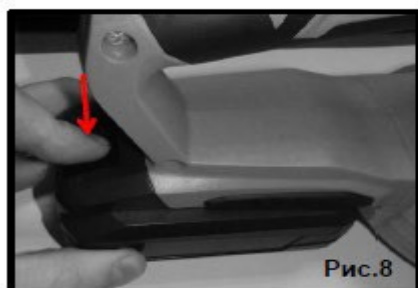

Рис.8
Рис.8а
6.4. Снятие аккумулятора (Рис.8, 8а)